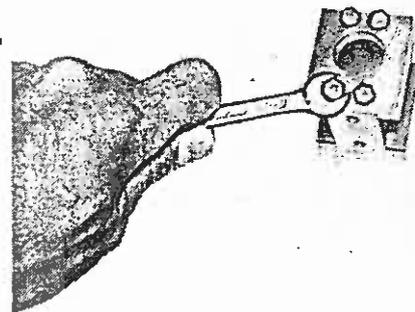

Bild 144
10. Befestigungsschrauben der Gleitsteinplatte herauserschrauben (Bild 144), Platte abnehmen.